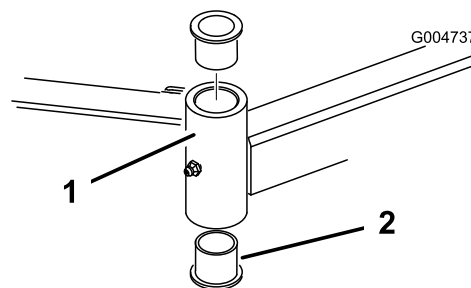

Figura 87
4. Inserte un botador fino en la parte superior o inferior del tubo de montaje y dé golpes hasta retirar el casquillo del tubo (Figura 87). Retire también el otro